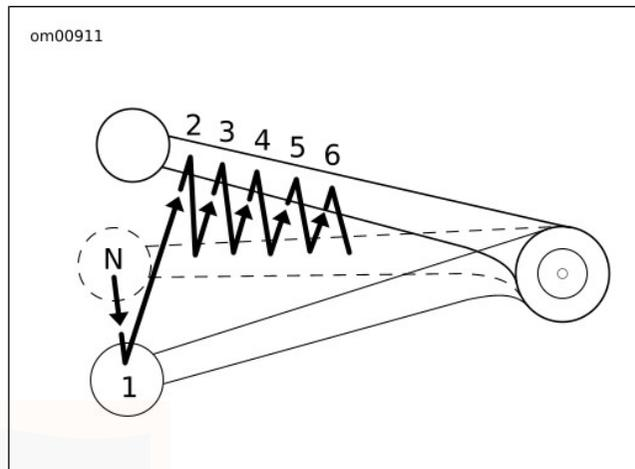

Figure 45. Séquence de changement de vitesse : Passage en vitesse supérieure
3. Voir Figure 45. Relever à fond le levier de sélection de vitesses et relâcher.